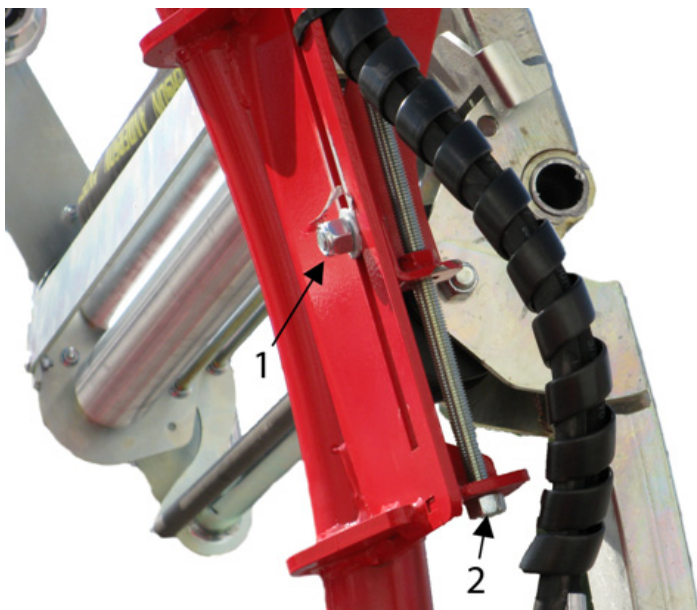

Figure 55 – Ajustement de la roue d'entraînement du cerceau
1. Desserrez l'écrou (1) qui retient le ressort de la roue d'entraînement (Figure 55).
2. Serrez l'écrou de la tige filetée (2) pour augmenter la tension dans le ressort de la roue d'entraînement.
3. Une fois que la tension dans le ressort est correcte, resserrez l'écrou (1).